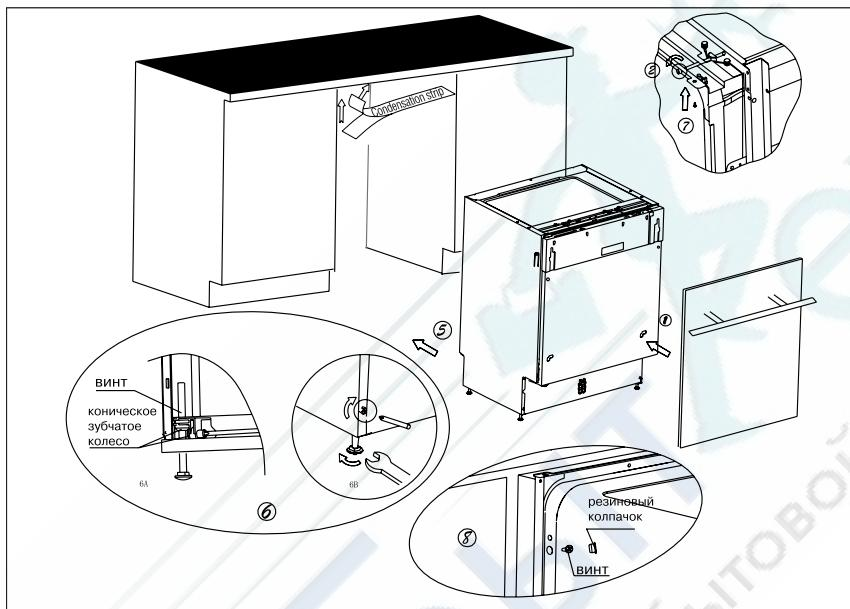

Рис. 7. Последовательность установки посудомоечной машины
- Используя скобы, прикрепите декоративную дверцу от вашей мебели к дверце машины (см. п. 1 на рис. 7).
стрелки для того, чтобы ослабить пружины дверцы. Невыполнение данной операции может привести к повреждению посудомоечной машины (см. п. 2 на рис. 7).
- Поместите посудомоечную машину на направляющие (см. п.4 на рис. 7).
- Выровняйте машину. Задние ножки можно регулировать винтами, расположенными спереди (см. п. 6а на рис. 7). С помощью ключа отрегулируйте передние ножки (см.п. 6в на рис. 7).
- Если у Вас столешница из дерева или ДСП, прикрутите машину к ней шурупами по дереву, будьте осторожны, вес машины может вырвать шурупы из дерева (см. п. 7 на рис. 7).
- Если у Вас мраморная или гранитная столешница используйте скобы, чтобы прикрепить машину к стенам соседней мебели, при этом необходимо закрыть винты резиновыми шляпками, чтобы не повредить столешницу (см. п. 8 на рис. 7).